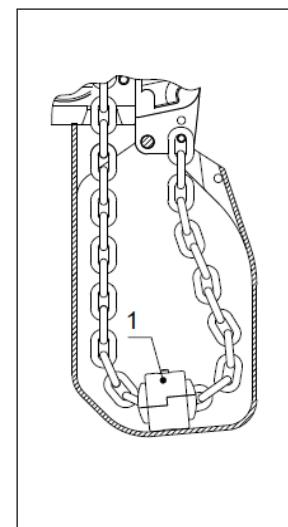

Abb. 25
- Das Kettenstück nach dem Endanschlag (1) muss der Höhe des Kettenmagazins angepasst werden. Dabei muss das Kettenstück so lang gewählt werden, dass der Endanschlag beim Einfüllen der Kette ins Kettenmagazin auf dem Boden des Magazins liegt (siehe Abb. 25).